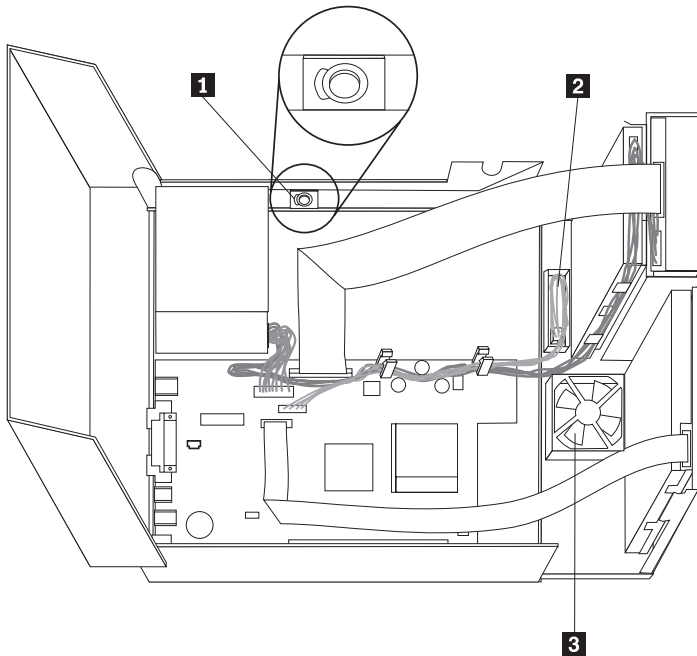

Figure 1. Haut-parleur, ventilateur et bloc d'interrupteur d'alimentation et de voyant lumineux
4. Repérez le haut-parleur **1**. Reportez-vous à la section figure 1 à la page 46.
5. Soulevez la patte et faites glisser le bloc d'interrupteur d'alimentation et de voyant lumineux **2** pour l'enlever. Reportez-vous à la figure 1 à la page 46.
2. Soulevez le bloc de baie d'unité afin d'avoir accès au bloc-ventilateur **3**. Reportez-vous à la figure 1 à la page 46.